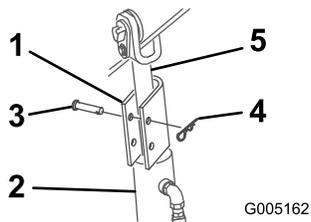

Рисунок 12
4. Поместите на шток каждого гидроцилиндра подъема (Рисунок 12) замок гидроцилиндра кронштейна погрузчика..
5. Закрепите каждый замок гидроцилиндра кронштейна погрузчика посредством штифта с головкой и шплинта (Рисунок 12).